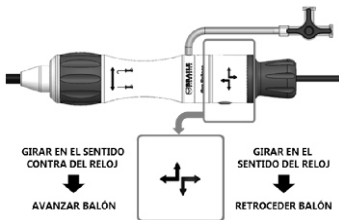

Figura 20:
- G.9. Verifique la integridad del sistema de ajuste fino: gire completamente la rueda de ajuste fino ubicada en la base del mango, observando el desplazamiento axial del balón de inflado, y luego devuelva la rueda de ajuste fino a su posición inicial. Observe las marcas cerca de la rueda de ajuste fino para verificar la orientación correcta para girar, como se muestra en Figura 20.